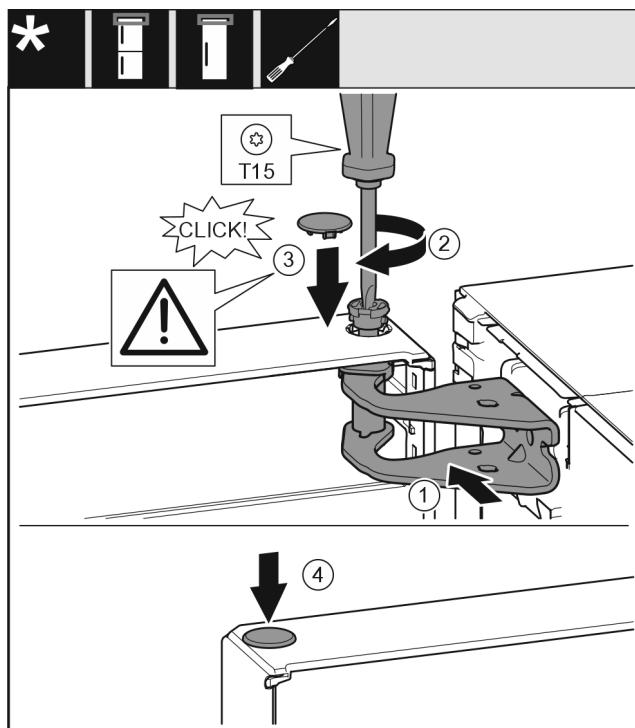

Fig. 19
- ▶ Регулирайте вратата горе спрямо отвора в лагерната стойка. *Fig. 19 (1)*
- ▶ Поставете болта и затегнете здраво с отвертка T15. *Fig. 19 (2)*
- ▶ Монтаж на предпазния капак за осигуряване на вратата: Поставете предпазния капак и проверете дали той е допрян до вратата. В противен случай поставете изцяло болта. *Fig. 19 (3)*
- ▶ Поставете тапата. *Fig. 19 (4)*